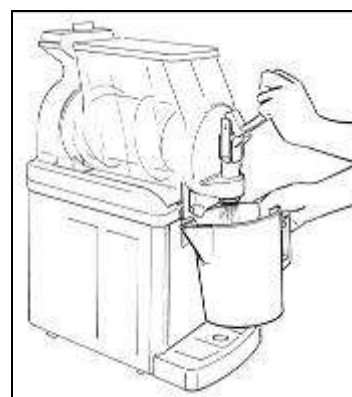

Fig. 12
- Svuotare la vasca e ripetere le stesse operazioni finché dalla stessa non esce acqua limpida (fig.12).